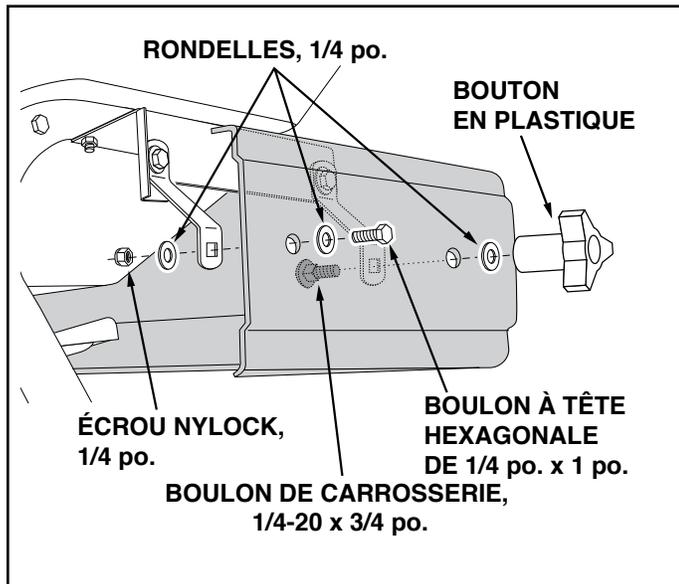

FIGURE 13
24. Fixer le bouclier d'épandeur aux supports pivotants avant avec deux boulons de carrosserie de 1/4 po. x 3/4 po., des rondelles de 1/4 po. et les deux boutons de plastique de 1/4 po. Voir la figure 13.
25. Assembler le bouclier d'épandeur aux supports pivotants arrière avec deux boulons à tête hexagonale de 1/4 po. x 1 po., quatre rondelles de 1/4 po. et deux écrous nylock de 1/4 po. **Serrer** les écrous de telle sorte que le support pivotant puisse encore pivoter librement. Voir la figure 13.